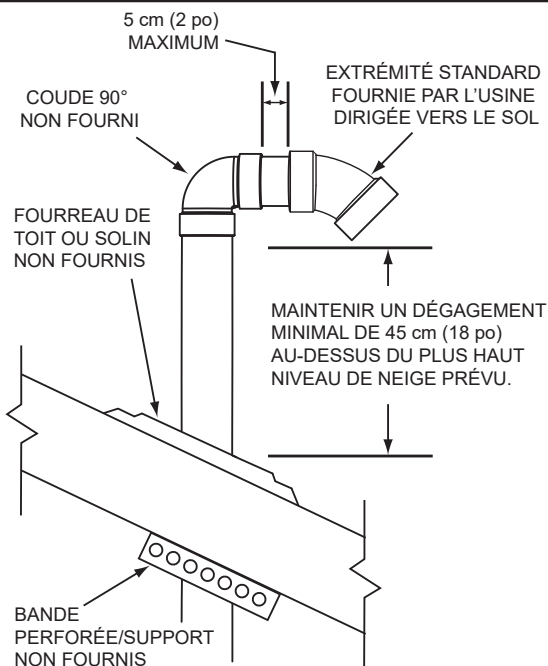
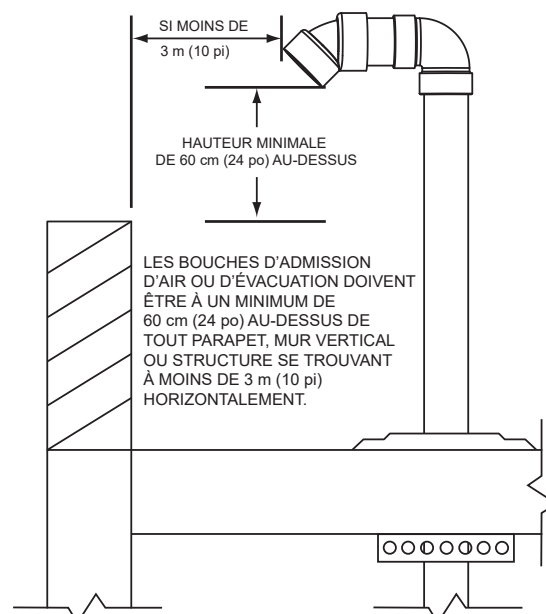
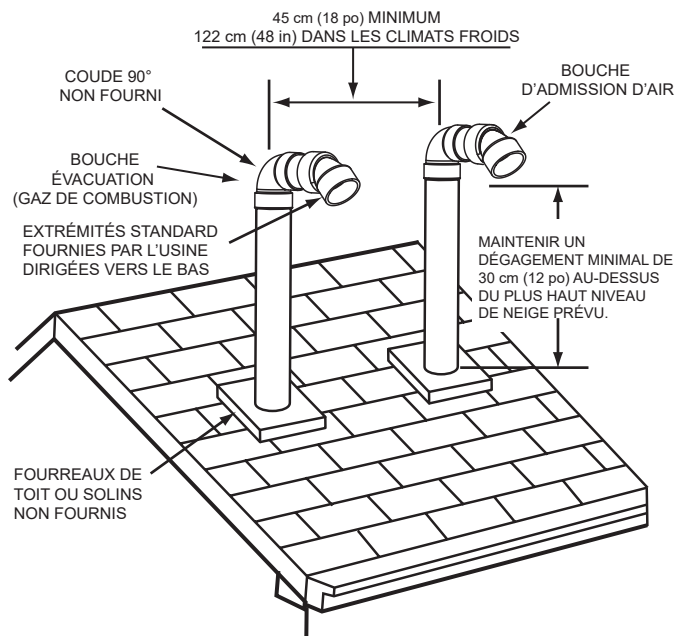

Figure 35. Installation à extrémité(s) verticale(s)
Figure 36. Extrémité(s) verticale(s) - Dégagement sur toit plat à parapet
Figure 37. Extrémité verticale - Évacuation directe
2. Pour installer uniquement la tuyauterie d'évacuation (gaz de combustion) dans une configuration à dispositif d'évacuation mécanique vertical à travers le toit, s'assurer que tous les dégagements verticaux extérieurs prescrits, illustrés à la **Figure 35** et la **Figure 36** (page 38), sont bien respectés. Ces dégagements et ceux cités par les codes locaux et nationaux doivent être maintenus.
Remarque : Pour les installations sur toits-terrasses, la bouche d'évacuation doit être d'un minimum de 60 cm (24 po) au-dessus de tout parapet, tout mur vertical ou toute structure se trouvant à moins de 3 m (10 pi) horizontalement. Voir **Figure 36**.
3. Pour installer la tuyauterie d'admission d'air et d'évacuation dans une configuration à évacuation directe verticale à travers le toit, s'assurer que tous les dégagements verticaux extérieurs prescrits, illustrés aux **Figure 35**, **Figure 36** (page 38) et **Figure 37** (page 38), sont bien respectés. Ces dégagements et ceux cités par les codes locaux et nationaux doivent être maintenus.
Remarque : Pour les installations sur toits-terrasses, les bouches d'évacuation et d'admission d'air doivent être d'un minimum de 60 cm (24 po) au-dessus de tout parapet, tout mur vertical ou toute structure à moins de 3 m (10 pi) horizontalement. Voir **Figure 36**.
- A. La bouche d'évacuation doit être orientée vers le bas comme illustré à la **Figure 35** et la **Figure 36**.
- B. Le bord inférieur de la bouche d'évacuation doit être d'un minimum de 30 cm (12 po), 45 cm (18 po) au Canada, au-dessus du niveau moyen ou attendu de la neige comme illustré à la **Figure 35**.
- A. Les tuyaux d'admission d'air et d'évacuation doivent pénétrer le même côté du toit comme illustré à la **Figure 37** (page 38).
- B. Les bouches d'admission d'air et d'évacuation doivent être orientées vers le bas et dans le même sens comme illustré à la **Figure 37** (page 38).
- C. Les bouches d'admission d'air et d'évacuation doivent avoir une séparation minimale de 61 cm (24 po) mesurée entre leurs axes médians comme illustré à la **Figure 37**. Dans les climats plus froids, cette séparation doit être augmentée jusqu'à au moins 122 cm (48 po).
- D. Le bord inférieur des bouches d'admission d'air et d'évacuation doit être d'un minimum de 30 cm (12 po), 45 cm (18 po) au Canada, au-dessus du niveau moyen ou attendu de la neige comme illustré à la **Figure 35** ci-dessous.
La distance entre les bouches d'évacuation et d'admission d'air les plus proches doit être d'un minimum de 61 cm (24 po) comme illustré à la **Figure 37**. Dans les climats plus froids, cette séparation doit être augmentée jusqu'à au moins 122 cm (48 po).
- Suspendre le ou les tuyaux par le centre du trou à l'aide d'un clergage en métal ou de matériaux de support équivalents comme à la **Figure 35**.
- Enfiler un fourreau de toit ou un solin équivalent sur le tuyau, sécuriser le fourreau ou le solin équivalent au toit (voir **Figure 35**) et sceller autour du solin.
- Poser la ou les bouches d'admission d'air et/ou d'évacuation fournies par le fabricant à l'aide de tuyau (non fourni) et d'un coude à 90° (non fourni) comme illustré à la **Figure 35**. La section courte du tuyau qui raccorde le coude de 90° (non fourni) et la bouche fournie par l'usine ne doit pas être de longueur excessive. La portion exposée de ce tuyau sera inférieure à 5 cm (2 po). Voir **Figure 35**.